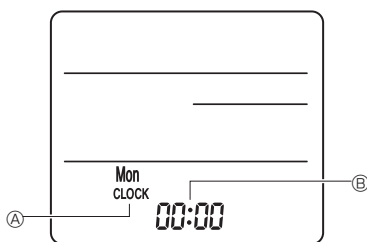

Fig. 6-8
3) Configuración (Ajuste del reloj) (Fig. 6-8)